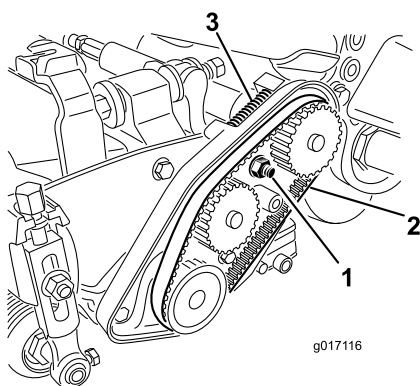

図 42
- A. ベアリングハウジング取り付けナットをゆるめる図 42。
- C. ベルトケース内部や圧縮スプリングについているごみをきれいに取り除く図 42。